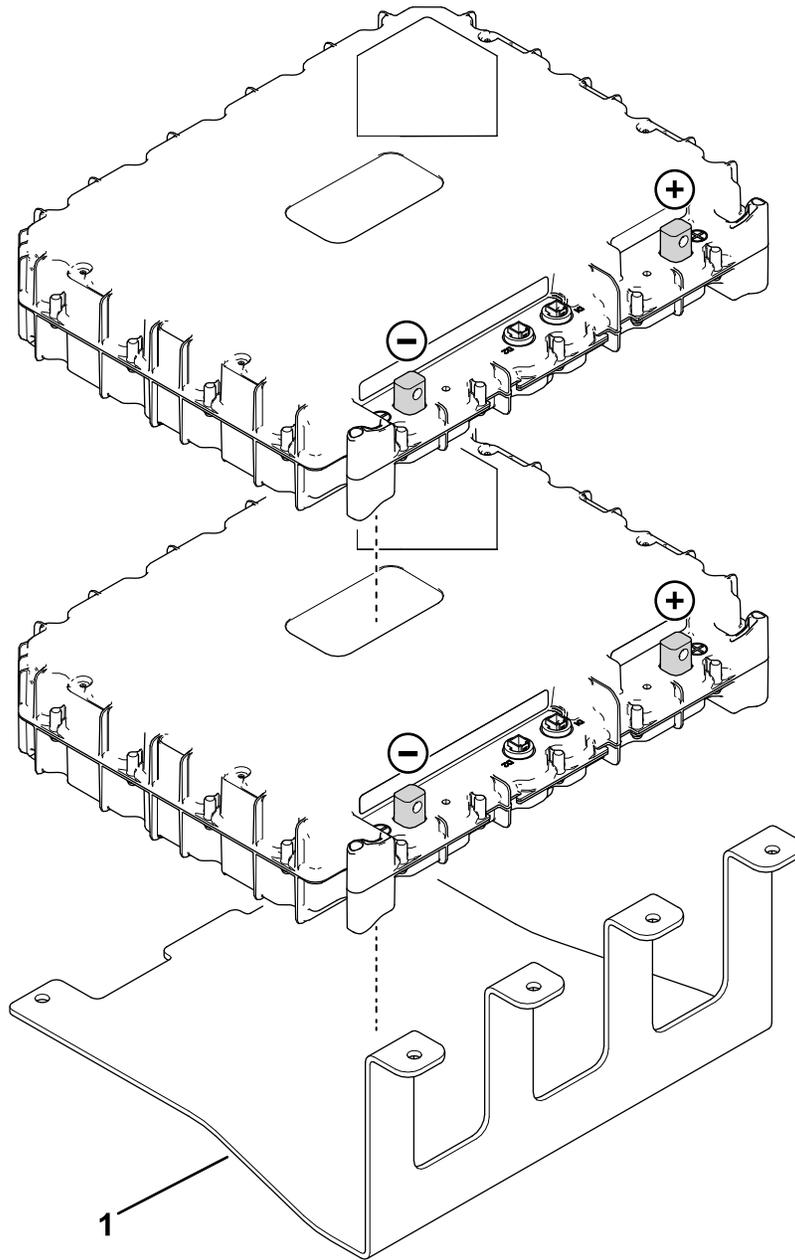

Bild 18
2. Montieren Sie die 2 Akkus auf der unteren Grundplatte, wie in Bild 18 gezeigt.